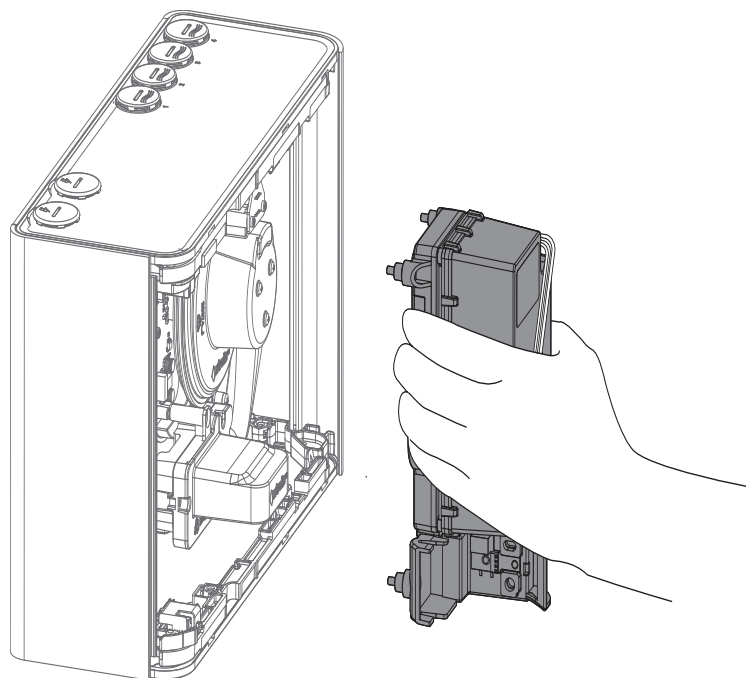

Figure 7-19: Installer la chambre
3. Installez la chambre tel qu'indiqué dans la Figure 7-19. Veillez à maintenir les faisceaux (A) et (B) dans la position indiquée de façon à ce qu'ils soient libres de se déplacer.